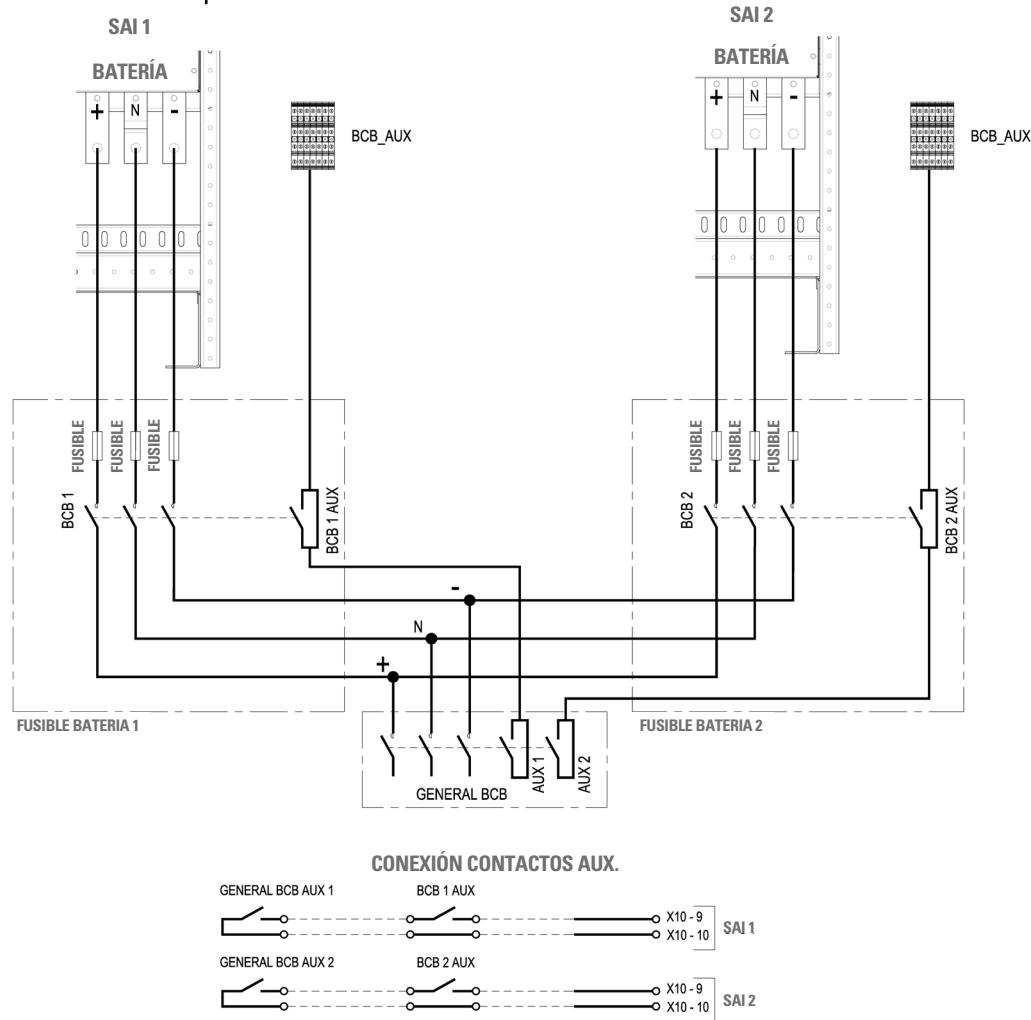

Fig. 51. Conexión de la batería del SLC 100 - 160 X-PERT y SLC 200 - 250 - 300 X-PERT.
- Cada SAI SLC X-PERT entre 100 y 160 kVA y entre 200 y 300 kVA, debe ser conectado a la batería mediante un **seccionador BCB externo** (BCB1 y BCB2 de la Fig. 51). El seccionador de baterías debe equiparse con un contacto "normalmente abierto" para poder conectarse con el seccionador de entrada BCB_AUX. El diagrama de conexión se muestra en la siguiente figura: